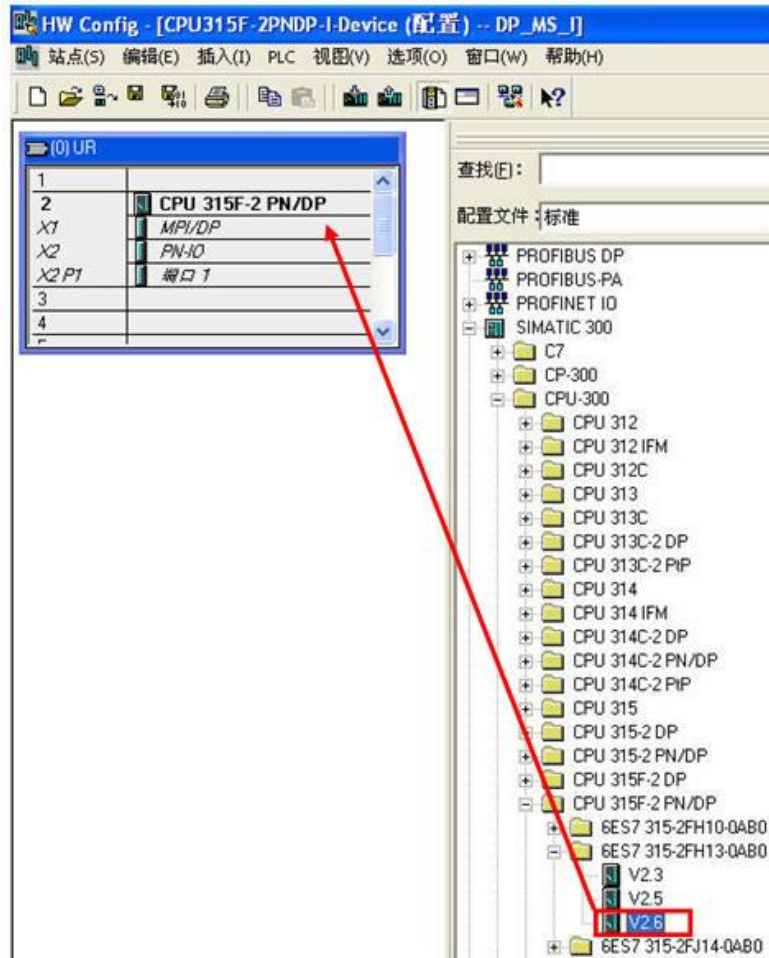

图 2-3 硬件组态
- 3) 双击硬件组态配置界面，从右侧产品列表中找到 CPU315F-2PNDP，拖入到项目中。如图 2-3